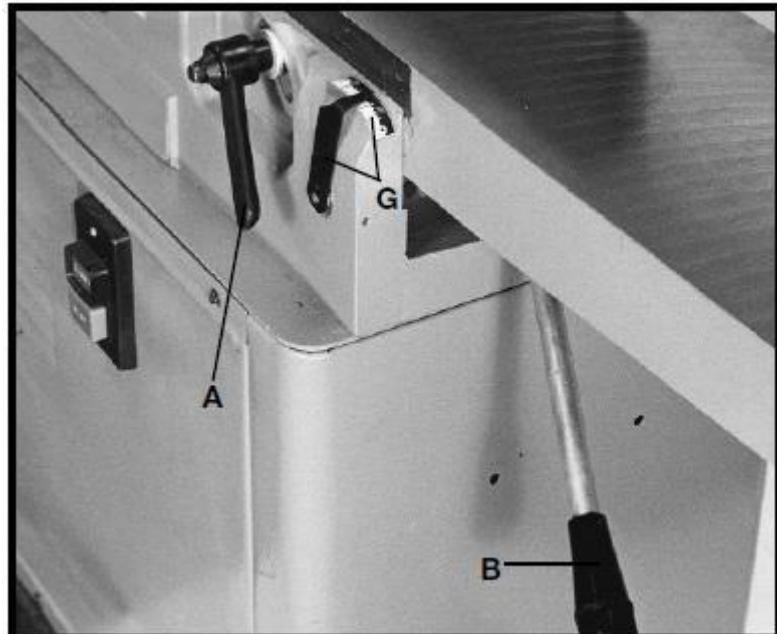

Рис. 16
Для подъёма или опускания подводного стола (рис. 3А) ослабить рукоятку фиксации стола (A), рис. 16, и переместить рычаг подъёма и опускания стола (B) вверх или вниз до установки стола в требуемое положение, затем затянуть рукоятку фиксации стола (A).
Глубину резания в зависимости от положения подводного стола (положения стола относительно окружности резания) можно считывать по указателю и шкале (G), рис. 16.